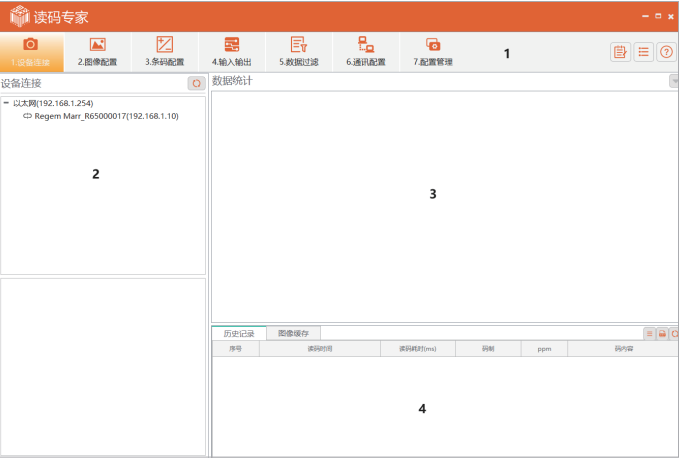

图 2-5 设定软件主界面
- 1、设定软件主界面介绍如图 2-5 所示，各功能模块介绍详情见表 2-1。